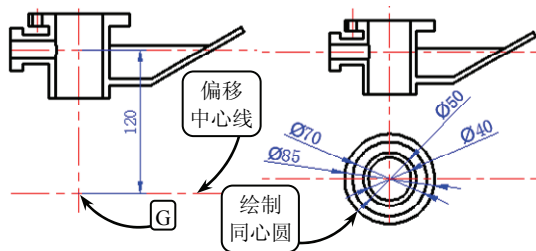

图 3-40 偏移中心线并绘制圆
⑮ 利用【偏移】工具将水平中心线向下偏移 120。然后单击【圆】按钮，选取点 G 为圆心，按照如图 3-40 所示尺寸绘制同心圆。